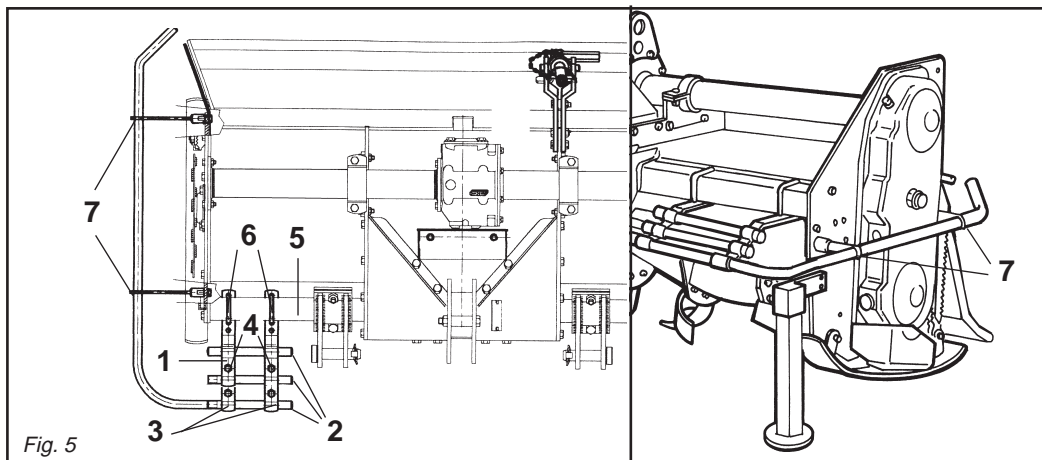

Fig. 5
- Il gruppo delle protezioni, composto dall'attacco (1 Fig. 5) che fa da fermo per i tubi (2 Fig. 5) bloccati dalla staffa (3 Fig. 5) e dalle viti (4 Fig. 5), è fissato al tubo quadro anteriore (5 Fig. 5) mediante i cavallotti (6 Fig. 5), e va posizionato uno a destra e uno a sinistra il più esternamente possibili.
- *The protection unit, consisting of the coupling (1 Fig. 5) that acts as a clamp for the pipes (2 Fig. 5) locked by the bracket (3 Fig. 5) and by the screws (4 Fig. 5), is fixed to the square front pipe (5 Fig. 5) by the U-bolts (6 Fig. 5) and should be positioned as far outwards as possible, one on the right and the other on the left.*
- Die Gruppe der Schutzvorrichtungen, die sich aus dem Anschluß (1 Abb. 5), der zur Arretierung für die Rohre (2 Abb. 5) dient, die durch den Bügel (3 Abb. 5) blockiert werden, und den Schrauben (4 Abb. 5) zusammensetzt, wird am vorderen Vierkantrohr (5 Abb. 5) mit den U-Bolzen (6 Abb. 5) befestigt. Eine da-
- *Le groupe des protections, comprenant l'attelage (1 Fig. 5) qui sert de butée pour les tubes (2 Fig. 5) bloqués par la bride (3 Fig. 5) et par les vis (4 Fig. 5), est fixé au tube carré avant (5 Fig. 5) par des crampons (6 Fig. 5). Positionner une protection à droite et une à gauche, le plus possible à l'extérieur.*
- El grupo de las protecciones, compuesto por la conexión (1 Fig. 5) que funciona como bloqueo de los tubos (2 Fig. 5) bloqueados a su vez por el soporte (3 Fig. 5) y por los tornillos (4 Fig. 5), está fijado en el tubo cuadrado anterior (5 Fig. 5) mediante los pernos de U (6 Fig. 5) y debe ser emplazado uno a la derecha y uno a la izquierda lo más externamente posible.
- Lateralmente, su entrambe le fiancate, vanno fissate tramite le viti delle protezioni sagomate (7 Fig. 5).
- *The shaped protections should be fixed laterally with screws to both the sides (7 Fig. 5).*
- Seitlich auf den beiden Seitenteilen sind die geformten Schutzteile (7 Abb. 5) mit Schrauben zu befestigen.
- *Les protections galbées doivent être fixées latéralement, des deux côtés avec les vis des protections (7 Fig. 5).*
- Lateralmente, sobre ambos lados, debemos fijar mediante los tornillos las protecciones molduradas (7 Fig. 5).